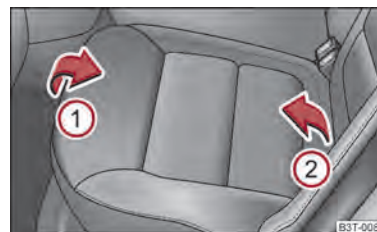

Fig. 62 Abatir hacia delante el banco del asiento
- Levantar el banco de asiento en el sentido de la flecha ① ⇒ fig. 62 y abatirlo hacia delante en el sentido de la flecha ②.